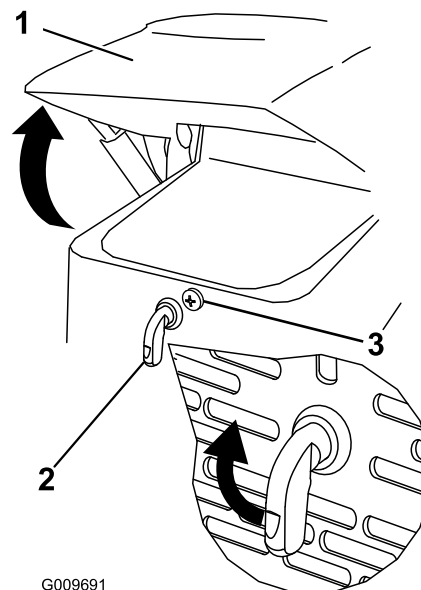

Рисунок 30
1. Ослабьте запорный винт капота (Рисунок 30)
2. Поверните защелку капота по часовой стрелке (Рисунок 30).
3. Откиньте капот вверх (Рисунок 30).
3. Затяните запорный винт капота, чтобы закрепить защелку (Рисунок 30).